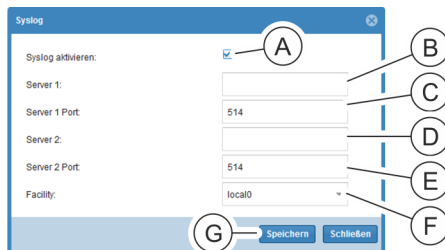

Abb. 165: Fenster "Syslog-Einstellungen"
3. ➔ Checkbox „Syslog aktivieren“ (Abb. 165/Ⓐ) anklicken.
4. ➔ Eine Server-Adresse (Abb. 165/Ⓑ) und einen Port (Abb. 165/Ⓒ) für Server 1 eingeben.
5. ➔ Bei Bedarf eine Server-Adresse (Abb. 165/Ⓓ) und einen Port (Abb. 165/Ⓔ) für Server 2 eingeben.
6. ➔ Eine Facility auswählen (Abb. 165/Ⓕ).
7. ➔ Eingabe über die Schaltfläche „Speichern“ (Abb. 165/Ⓖ) bestätigen.